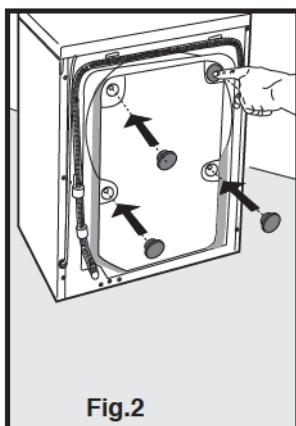

Fig.2
Feche os 4 furos do painel traseiro com as 4 tampas de plástico (Fig. 2) fornecidas com a máquina. Podem ser encontrados no envelope dos acessórios.
Cerrar los 4 orificios del panel posterior, con los 4 tapones de plástico (Fig.2), suministrados en dotación que se encuentran en el interior del sobre de los accesorios.
Pendant le transport, le groupe du balancier est bloqué avec 4 intercalaires en plastique et des vis. Avant de mettre la machine en marche, dévisser les vis avec un clé et les enlever ainsi que les intercalaires en plastique (fig.2). Mettre de coté les vis et intercalaires dans le cas de transport futur.
**N.B.:** Si les intercalaires, en plastique tombent dans la machine, ouvrir le panneau postérieur en dévissant les 12 vis indiquées avec V sur la figure 2, enlever les intercalaires et replacer le panneau.
Before starting up the machine, loosen the screws with a suitable key and remove the screws and the plastic spacers (Fig.2). Put the screws and spacers aside for use in case of future transport.
**N.B.** If the plastic spacers fall into the machine, open the rear panel by loosening the 12 screws indicated with V in figure 2, remove the spacers and replace the panel.
Die 4 Löcher auf der Rückseite mit den 4 mitgelieferten Plastikstöpseln (Beutel mit Zubehörteilen) verschließen (Abb.2).